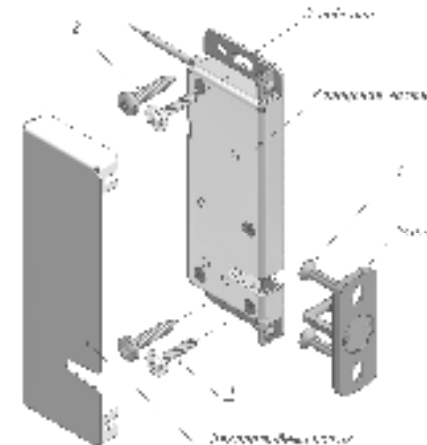
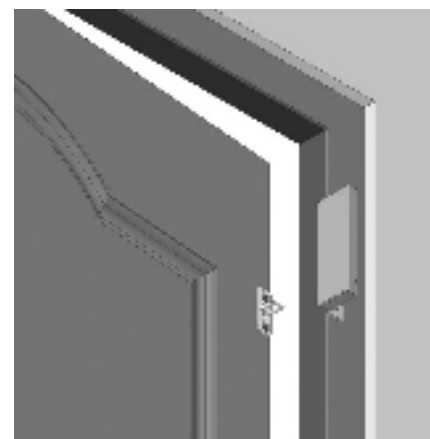

Рисунок 2 – Комплект поставки замка AL-250UZ
Рисунок 3- Установка замка на монтажный L-уголок
3.1 В основной комплект поставки (рисунок 2) входят:
- саморез-шуруп 4,2х25 с прессшайбой (1)	- 2 шт.
- саморез-шуруп 4,2х25 п/к (2)	- 2 шт.
- саморез-шуруп 4,2х25 потай. (3)	- 2 шт.
- **L-уголок AL-250UZ** монтажный уголок для дверей, открывающихся наружу (рисунок 3)
Замок состоит из корпуса с кожухом и зацепа (рисунок 2). Корпус крепится к дверной коробке, зацеп – к двери.